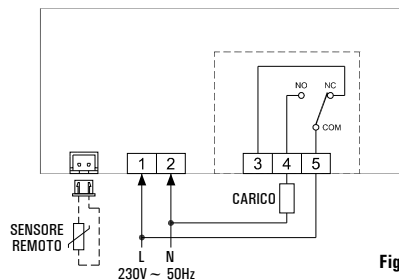

Fig. 5
- 4 Eseguire i collegamenti elettrici, seguendo gli schemi di collegamento di Fig. 5 e 6.
L'uscita, terminali 3, 4 e 5, è libera da tensione e isolata con doppio isolamento rispetto al resto del termostato. E' quindi possibile alimentare il termostato ad alta tensione (230V ~) e contemporaneamente pilotare un carico a bassa tensione SEL (24V ~), come visibile in Fig. 5 e 6.